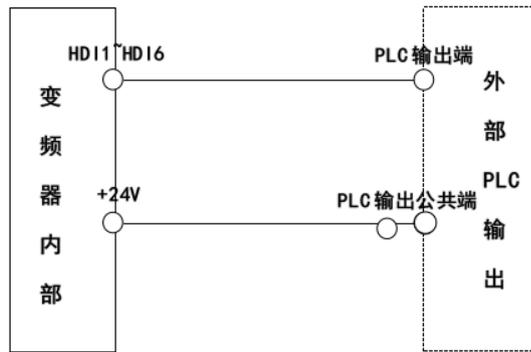

图6 PNP型使用变频器内部电源接线示意图
- 2、把变频器的+24V接到PLC的输出公共端，DI1~DI6接到PLC的输出端（具体接线示意图如下图6所示）。